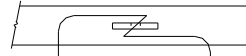

Figure 3
4. À l'aide des fils de tirage fournis, acheminer les espaceurs et les boulons de carrosserie jusqu'à leur position (deux longerons). Laisser le fil de tirage lié aux pièces de visserie. Remarque : La manoeuvre sera facilitée si le boulon et l'espaceur ne sont pas engagés lors de leur insertion dans le cadre (voir l'illustration). Voir la figure 3.